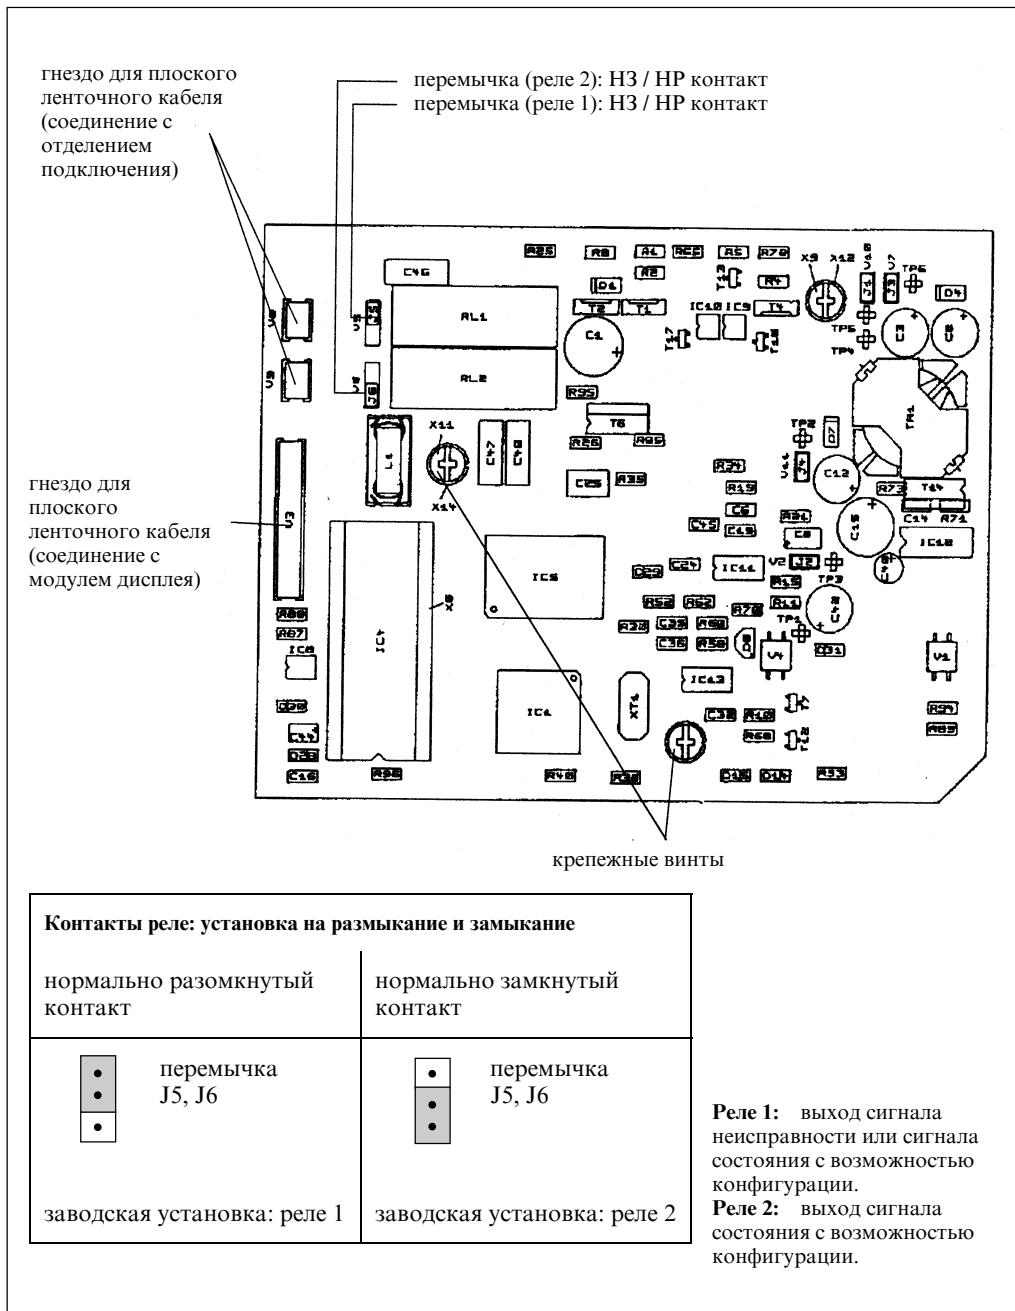

Рис. 49
8. Отсоедините плоский ленточный кабель от коммуникационного модуля (кабель соединения с отделением подключения) (рис. 49, 50).